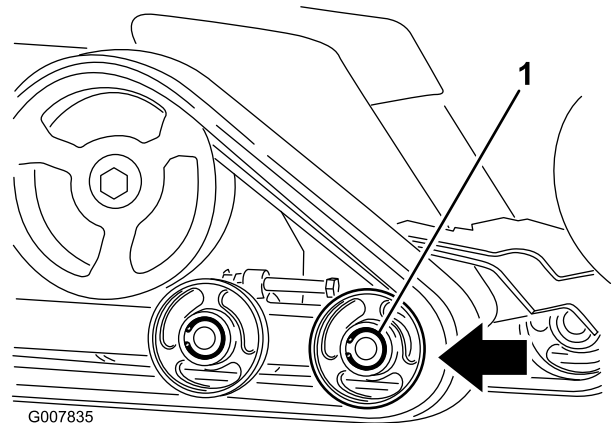

Figura 44
6. Împingeți roata de rulare față spre spate cât mai mult posibil (Figura 44).
8. Când enila a fost scoasă de pe roata de rulare, îndepărtai-o de pe maină (Figura 44).
9. Începând de la roata de ghidaj, amplasai noua enilă în jurul roii, asigurându-vă că proeminențele de pe enilă se potrivesc între distanțierile de pe roată (Figura 44).
10. Împingeți enila sub i între roile de rulare spate i din centru (Figura 44).